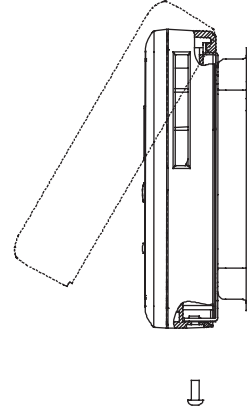

図10 取付プレートへの本体の差し込み
- (4) 取付プレートに本体を差し込みます。(図10参照)
- (5) 付属の本体取付M3ねじで取付プレートに固定します。